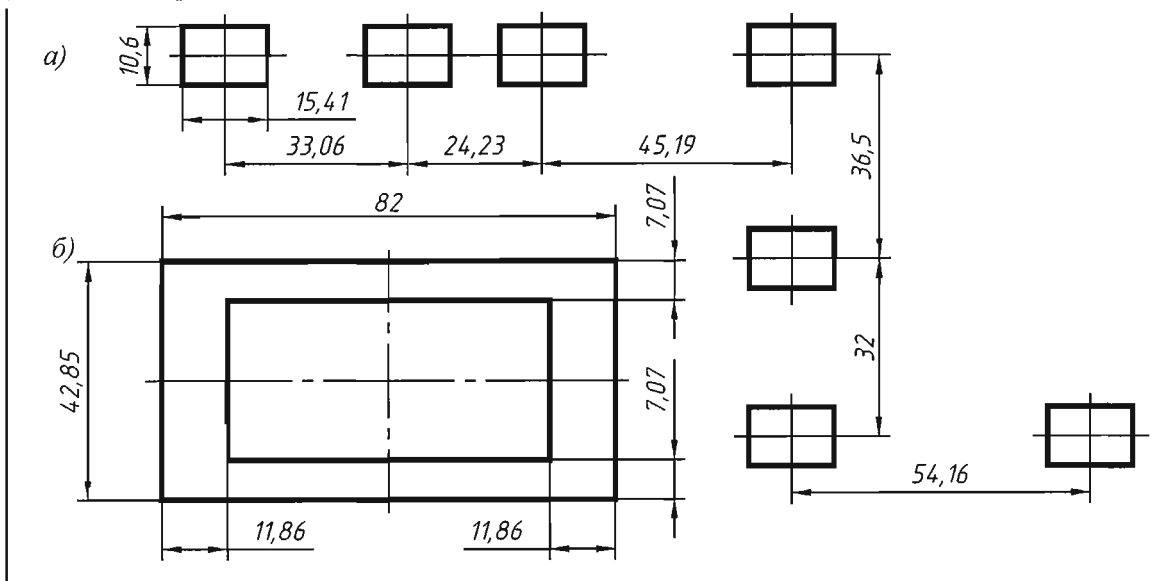

Рис. 10.2. Чертеж ко второму заданию
10.2.2. Начертить прямоугольники проставить размеры. В построениях использовать привязку **Snap From** (Смещение). (рис. 10.2).
Подготовка по рис. 10.2, *а*
Построения по рис. 10.2, б